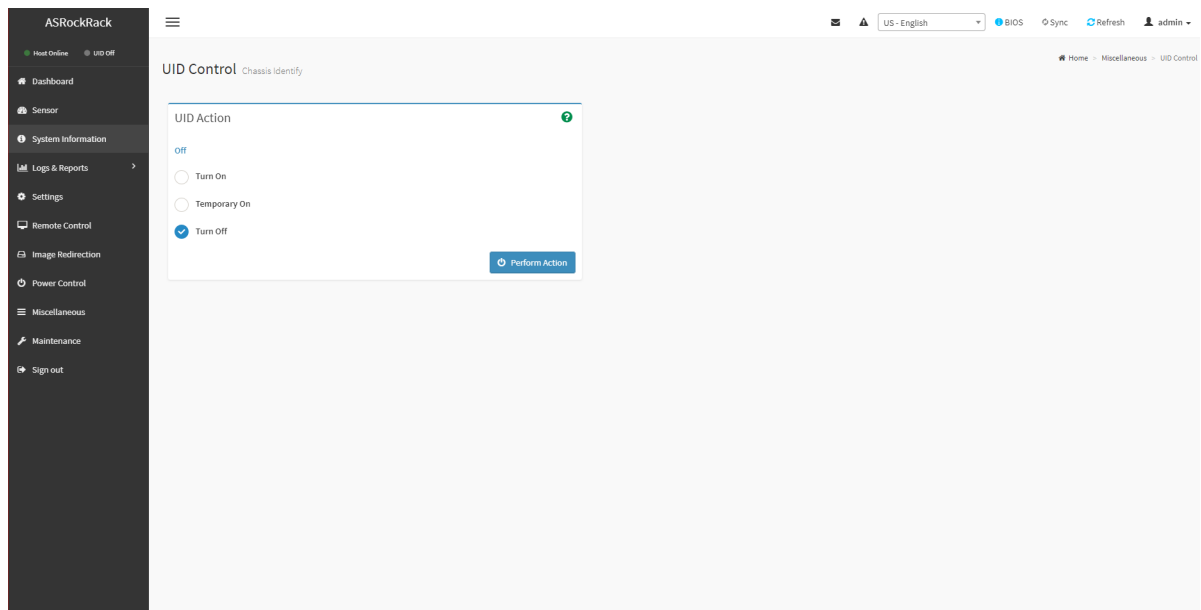

Рис. 89. Окно «UID Control»
- 7) Пройдите во вкладку «Miscellaneous» → «UID Control» в данной вкладке предоставляется пользователям различные параметры для настройки светодиода UID, который используется для определения местоположения сервера в стойке. Окно показано на рис. 89 Окно «UID Control»